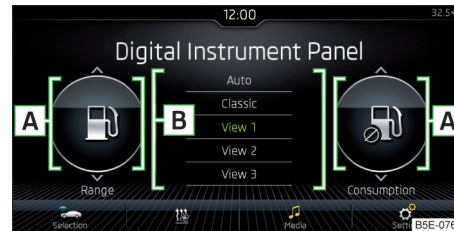

Abb. 37 Vorwahl-Optionen im Infotainment einstellen
- ▶ In den Bereichen **A** » **Abb. 37** die gewünschten zusätzlichen Informationen durch eine Fingerbewegung senkrecht über das Display wählen.